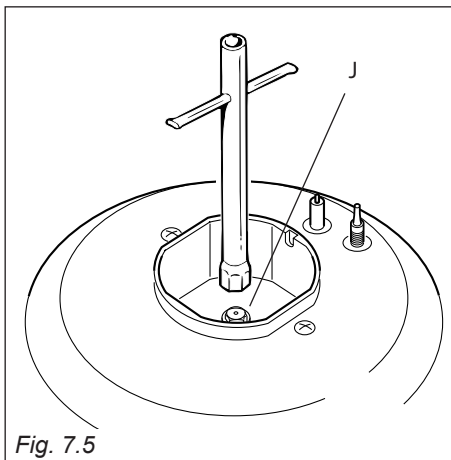

Fig. 7.5
- Con una chiave fissa sostituire gli ugelli “J” (fig. 7.5) con quelli idonei per il gas da utilizzare.